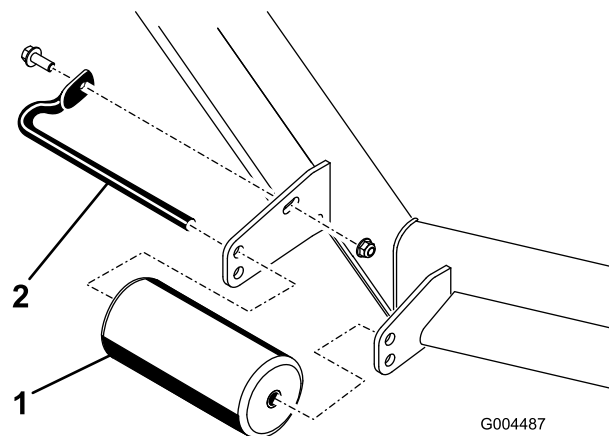
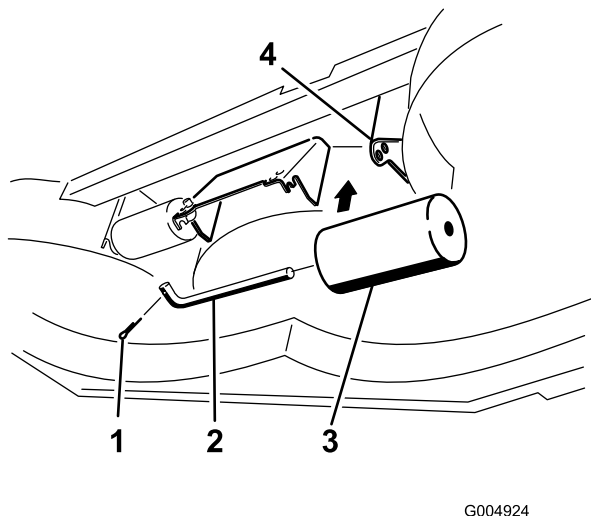

图10
图14
4. 卸下剪草机上固定各个滚筒的紧固件并根据需要上下移动滚筒请参阅适用于您的剪草机的图10 至图14。